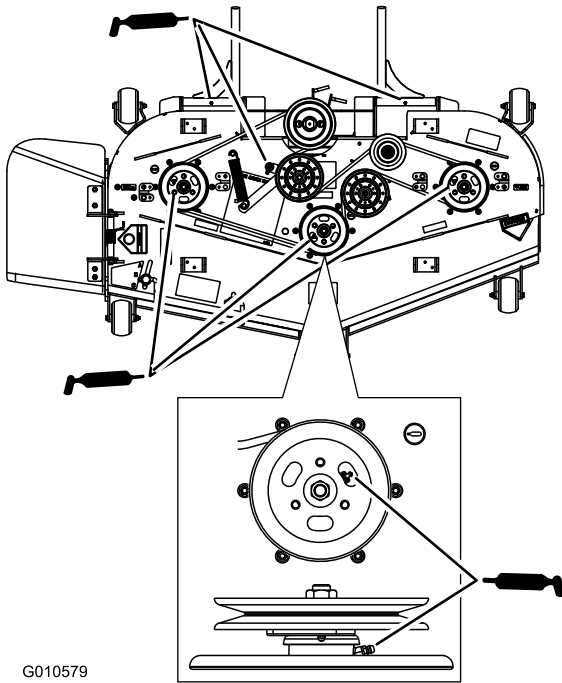

Figure 38
4. Lubrifiez les roulements des trois axes sous les poulies jusqu'à ce que la graisse sorte par les joints inférieurs (Figure 38).
5. Graissez le bras de la poulie de tension sur le tablier de coupe (Figure 38).
6. Lubrifiez les graisseurs des bras de poussée (Figure 38).